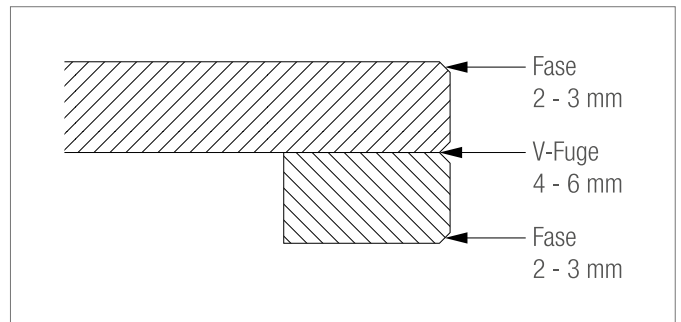

Abb. 2-2 Bündig mit V-Fuge, mit Fasen 2–3 mm
2. Bündig mit V-Fuge, poliert mit Fasen 2–3 mm, V-Fuge 4–6 mm (Abb. 2-2)
2. Bündig mit V-Fuge, geschliffen mit Fasen 2–3 mm, V-Fuge 4–6 mm (Abb. 2-2)